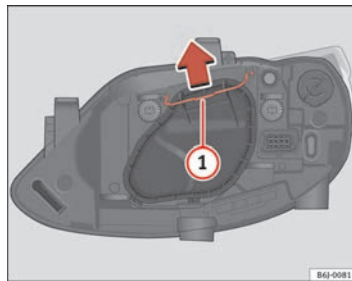

Abb. 141 Abblend- /
- Die Strebe ⇒ Seite 229, Abb. 141 ① in Pfeilrichtung verschieben und den Deckel abnehmen.